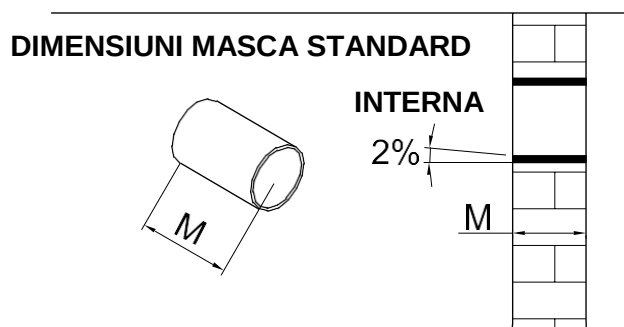

Fig. 5.19
1. Odata realizata gaura, masurati grosimea peretelui M (fig. 5.19), taiati conducta de aspiratie (1) de aceeasi grosime ca si peretele. Taiati conducta de evacuare (2) eliminand aceeasi lungime ca si la conducta de aspiratie.